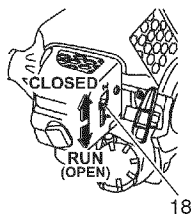

Fig. 13
2. Réglez le starter (18) sur la position FERMÉE (CLOSED)(Fig. 13)